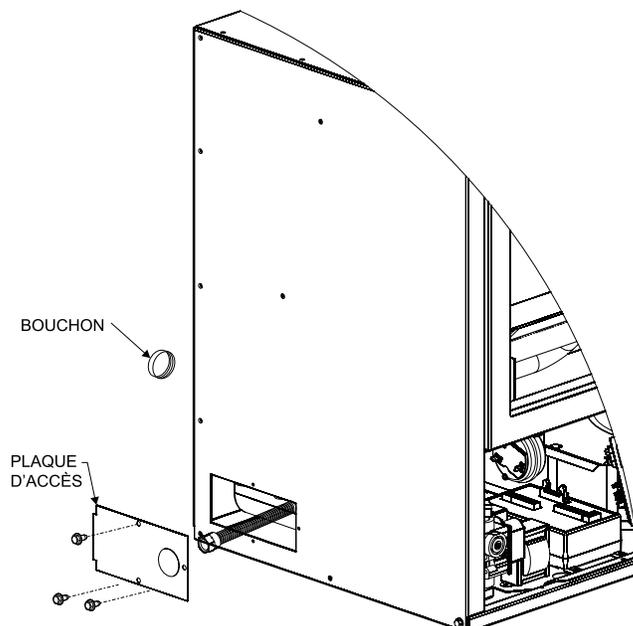

Figure 57
1. Enlever les trois vis pour déposer la plaque d'accès sur le côté gauche du caisson, comme sur la Figure 57. Mettre les vis de côté.